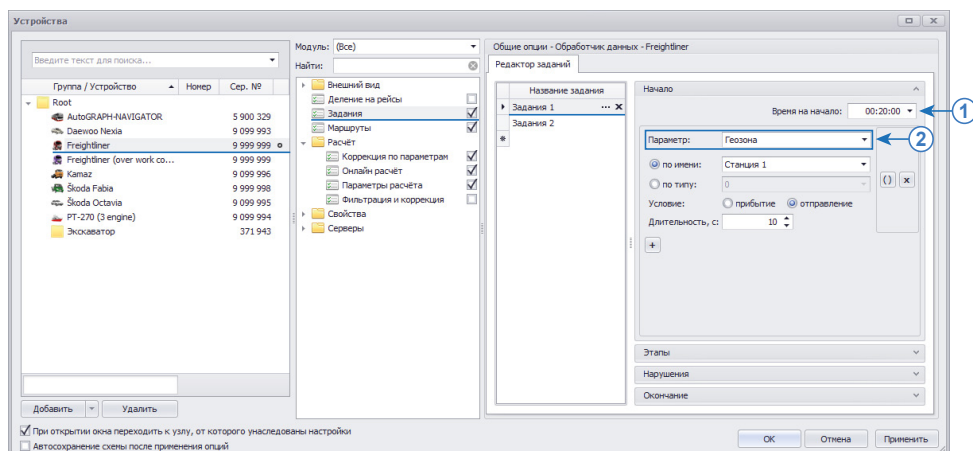

Рис.287. Условие начала задания.
Для того чтобы задать дополнительное условие начала задания, необходимо развернуть панель «Начало» и настроить следующие параметры (**Рис.287**):
- задать в строке «Время на начало:» (**Рис.287, п.1**) интервал времени, в течении которого транспортное средство должно начать задание после его назначения. Время на начало задается в формате **День-Часы-Минуты-Секунды**. Если задание не было начато в течение заданного времени после его назначения транспортному средству, то статус выполнения задания изменяется на «Опоздание».
- задать условие начала задания (**Рис.287, п.2**). В условии используются параметры транспортного средства: геозоны, датчики и числовые параметры. Выполнение данного условия требуется для начала выполнения задания, после его назначения транспортному средству. Как только условие выполнится, статус задания будет изменен на «Выполняется». Условие может содержать 1 параметр или несколько, связанных логическими выражениями. Настройки условия меняются в зависимости от типа выбранного параметра.
Геозона (Рис.287, п.1)